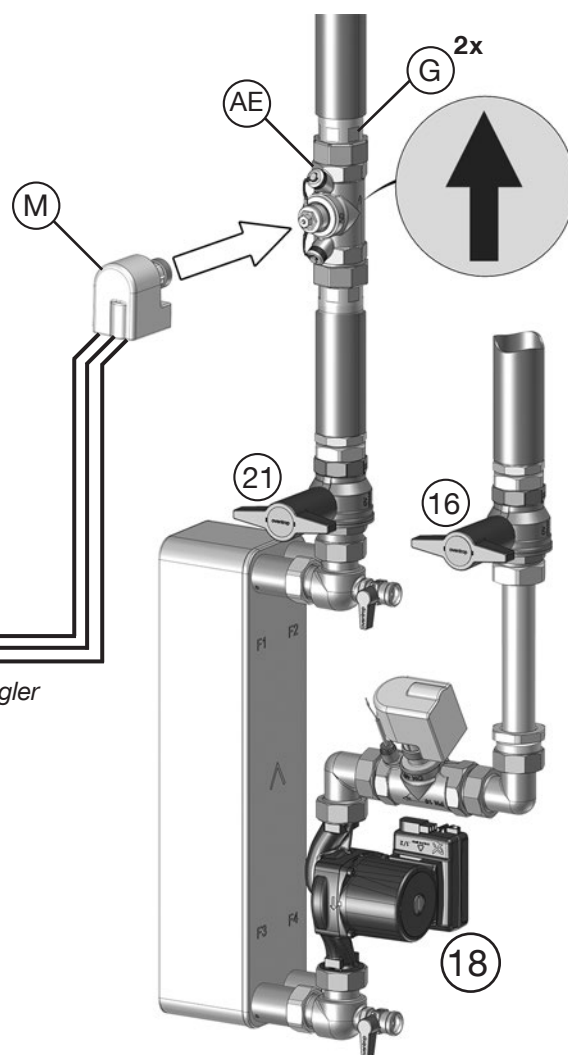

Abb. 4.12: Einbau Absperreinheit und Stellmotor
- Kugelhähne 16 und 21 der Frischwasser-Station absperren (siehe Abb. 4.12 auf Seite 22).